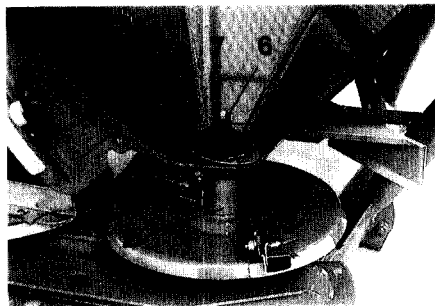

Fig. 7.19
Voir fig. 7.19/.. et/ou 7.20/..
**Après remplacement du contre-cône d'alimentation, serrer partiellement les vis de fixation (fig. 7.19/9) du contre-cône d'alimentation de manière à assurer la mobilité du contre-cône (sur le plan horizontal).**